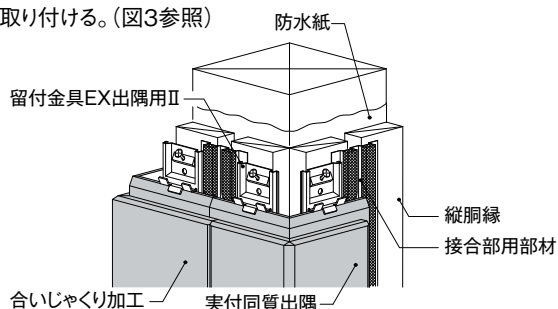

図3 ポーチ柱(実接合)
- ▶ 上記に続けて、内寸を調整し、合いじゃくり加工を施した同質出隅を取り付ける。(図3参照)